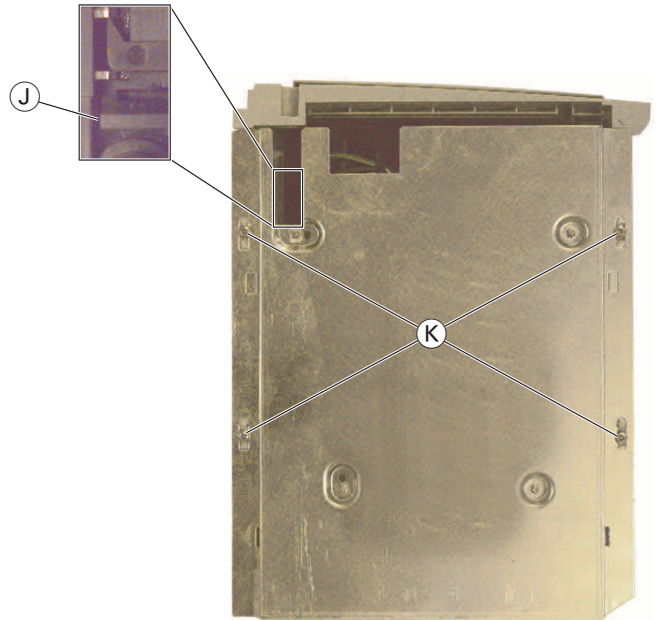

Fig. 4
- 4 Schrauben **K** (Fig. 4) herausdrehen.
- Schieber **J** (Fig. 4) bis zum Anschlag nach rechts schieben und Schublade herausziehen.
- Schieber **J** (Fig. 4) bis zum Anschlag nach rechts schieben.
- Push the slider **J** (Fig. 4) to the right until its stop.
- Undo 4 screws **K** (Fig. 4).
- Push the slider **J** (Fig. 4) to the right until its stop and pull out the tray.